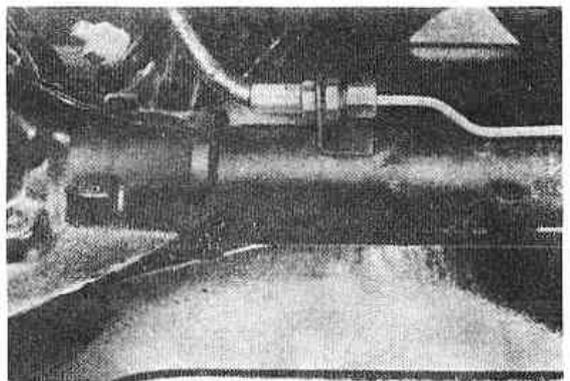

Рис.8.5. Отсоединение тормозного шланга от тормозной трубки (Разд.3)
8. Вытрите участок вокруг соединения тормозного шланга и металлической трубки перед задним мостом и согласно главе 9, раздел 3 отсоедините тормозной шланг от металлической трубки (Рис.8.5).